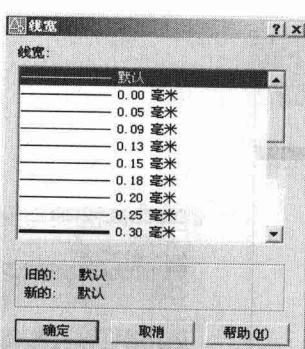

图 1-10 【线宽】对话框
(8) 在【图层特性管理器】对话框中选中某一个图层。
(9) 单击图层列表框【线宽】列中的——默认图标，打开【线宽】对话框，如图 1-10 所示，通过此对话框用户可设置线宽。本例设定的线宽其轮廓线层为“0.30 毫米”，其余的采用默认设置。